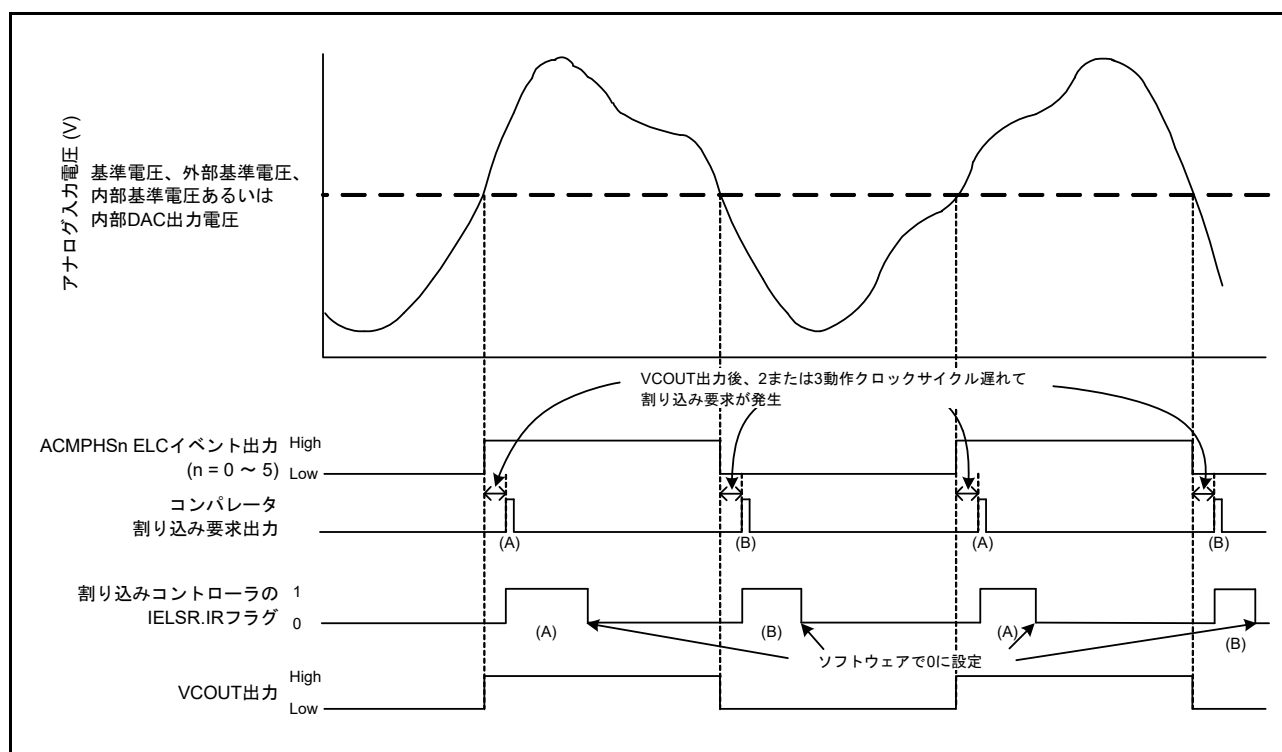

図 50.2 ACMPHS の動作例
ACMPHSの動作例を図 50.2 に示します。アナログ入力電圧がACMPHS基準入力電圧より高くなるとVCOOUT出力は1になり、低くなると0になります。ACMPHS出力が変わると、割り込み要求およびELCイベントが出力されます。
図 50.2 は  $CPOE = 1$  (端子出力許可)、 $CDFS[1:0] = 00b$  (フィルタ不使用)、および  $CEG1 = CEG0 = 1$  (両エッジ検出を選択) の場合に適用されます。 $CINV = 0$ 、 $CEG0 = 1$ 、 $CEG1 = 0$  (ACMPHS からの非反転出力信号の立ち上がりエッジ検出を選択) の場合、IELSR.IR フラグは (A) で示されるように変化します。 $CINV = 0$ 、 $CEG0 = 0$ 、 $CEG1 = 1$  (ACMPHS からの非反転出力信号の立ち下がりエッジ検出を選択) の場合、IELSR.IR フラグは (B) で示されるように変化します。 $CPOE = 1$  の場合、VCOUT は ELC イベント出力を直接出力します。